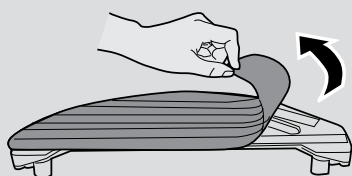

Fig. 13
1. Fjern moppekluten fra bunndelen av vanntanken. [Fig. 13]